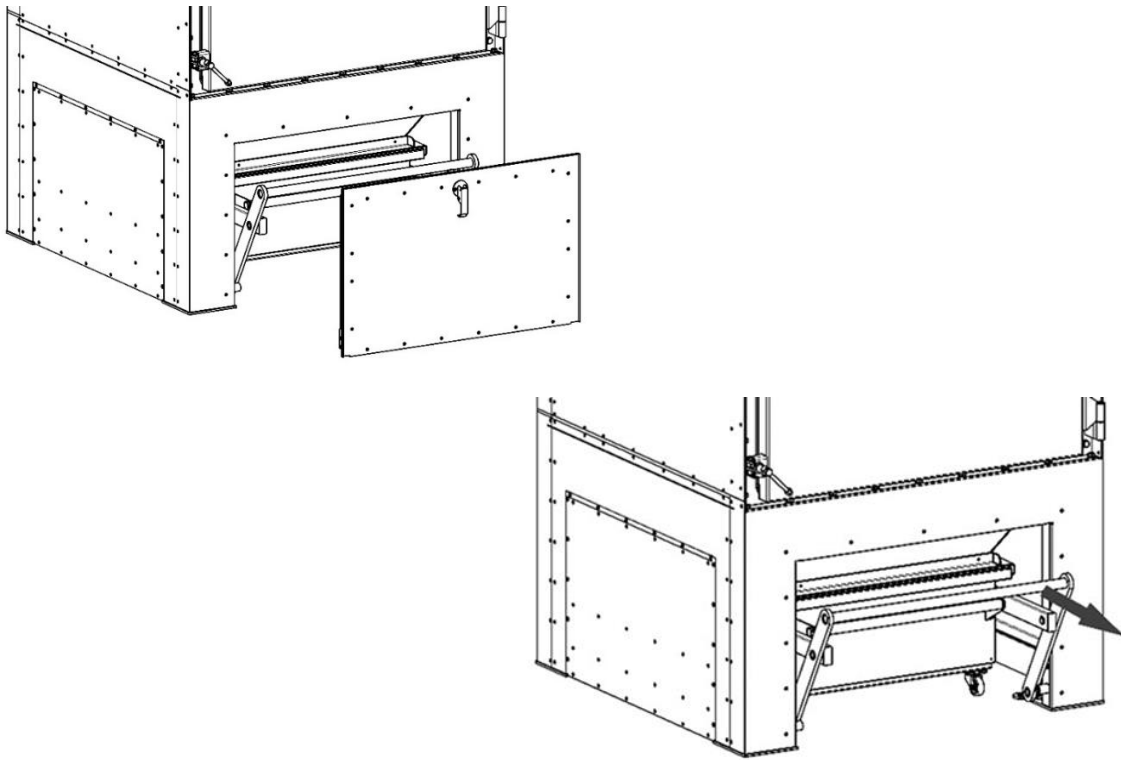

Рисунок 17
2) снять панель теплоизоляции пылесборника, потянуть за рычаг механизма поджатия пылесборника и выкатить из-под фильтра заполненный пылесборник (рисунок 17);